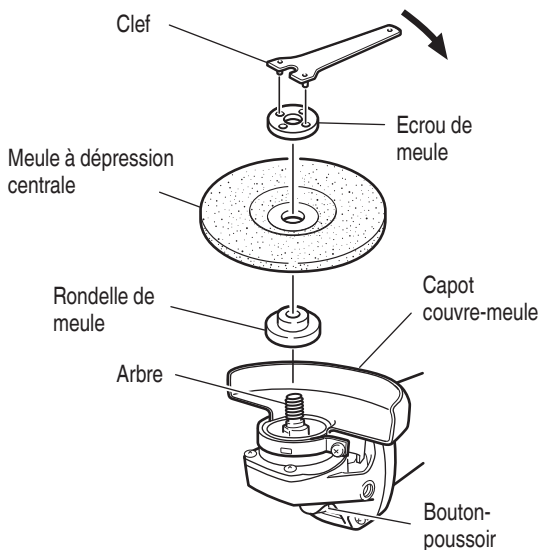

Fig. 5
S'assurer que le bouton-poussoir n'est pas engagée appuyant dessus deux ou trois fois avant de mettre la meuleuse à disque en marche. (Fig. 5)
- (1) Mettre la meuleuse à disque à l'envers de façon que l'arbre soit dirigé vers le haut.
- (2) Aligner l'entaille de forme ovale de la rondelle de meule avec l'encoche de l'arbre, puis les attacher.
- (3) Positionner la protubérance de la meule à dépression centrale sur la rondelle de meule.
- (4) Visser l'écrou de meule sur l'arbre.
- (5) Tout en poussant sur la bouton-poussoir avec une main, verrouiller l'arbre en tournant doucement la meule à dépression centrale avec l'autre main. Serrer l'écrou de meule en utilisant la clef fournie comme montré sur la Fig. 5.